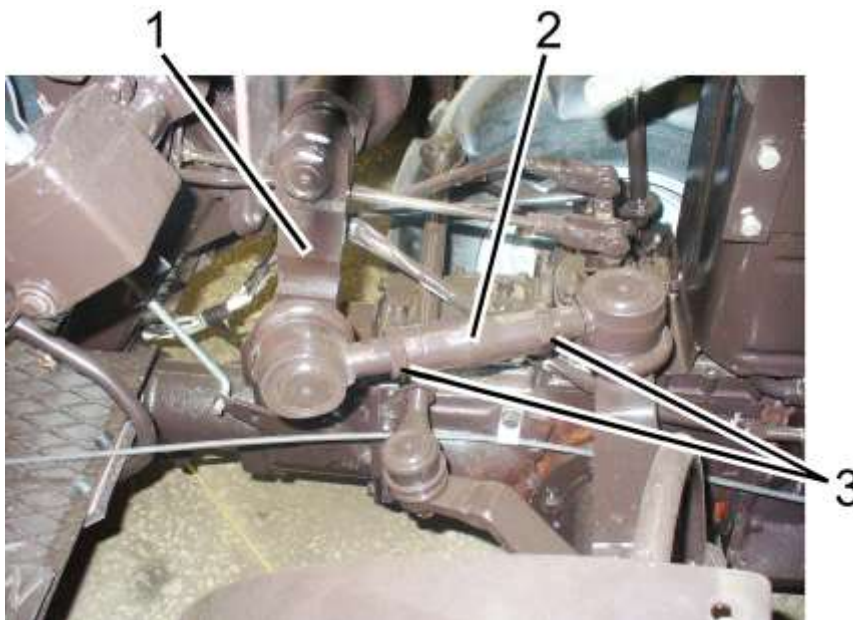

Рисунок 3.3.2 – Регулировка продольной рулевой тяги
- отсоедините рулевую тягу 2 (рисунок 3.3.2) от сошки 1, для чего необходимо расшплинтовать и отвернуть корончатую гайку;
- установите рулевую тягу 2 (рисунок 3.3.2). После установки рулевой тяги 2 на трактор, корончатые гайки шаровых пальцев затянуть крутящим моментом от 130 до 140 Н·м и зашплинтовать, при этом при совмещении прорези гайки и отверстия шарового пальца отворачивание гайки не допускается;
- отпустите контргайки 3 (рисунок 3.3.2) рулевой тяги 2;